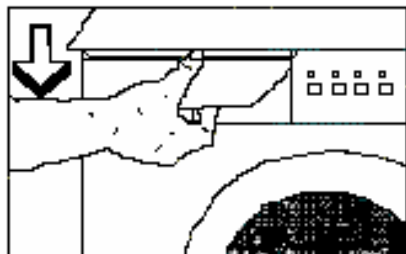

Fig 14
-  Tirez le tiroir jusqu'au bout (fig. 14)